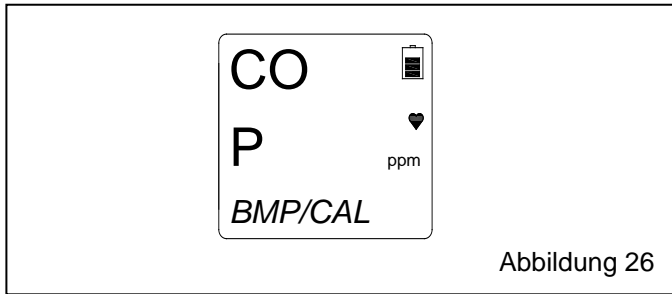

Abbildung 26
5.6.9 Wenn der Bump-Test erfolgreich war, erscheint auf der LCD-Anzeige P (erfolgreich) und BMP/CAL (BMP/KAL), wie in Abbildung 26 dargestellt. Mit Abschnitt 5.6.11 fortfahren.